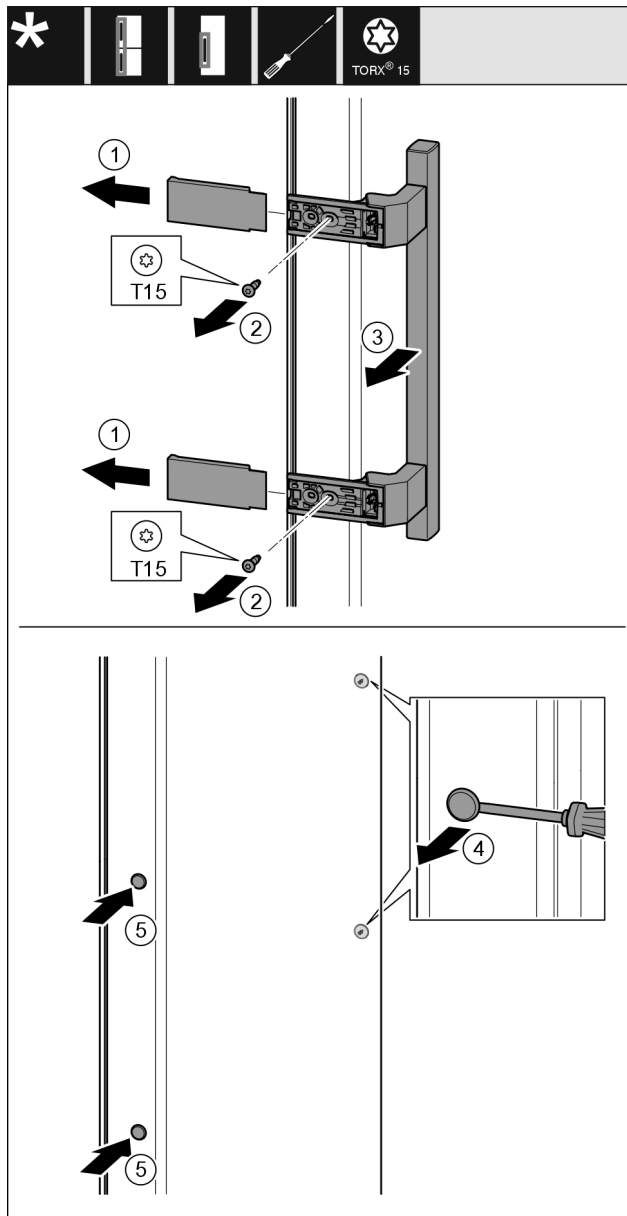

Fig. 20
- Húzza le a fedelet Fig. 20 (1).
- Tekerje ki a csavarokat Fig. 20 (2) csavarhúzóval.
- Vegye le a fogantyút Fig. 20 (3).
- Óvatosan emelje meg és húzza ki az oldalsó dugót Fig. 20 (4) lapos csavarhúzóval.
- Tegye vissza a dugót Fig. 20 (5) a másik oldalra.